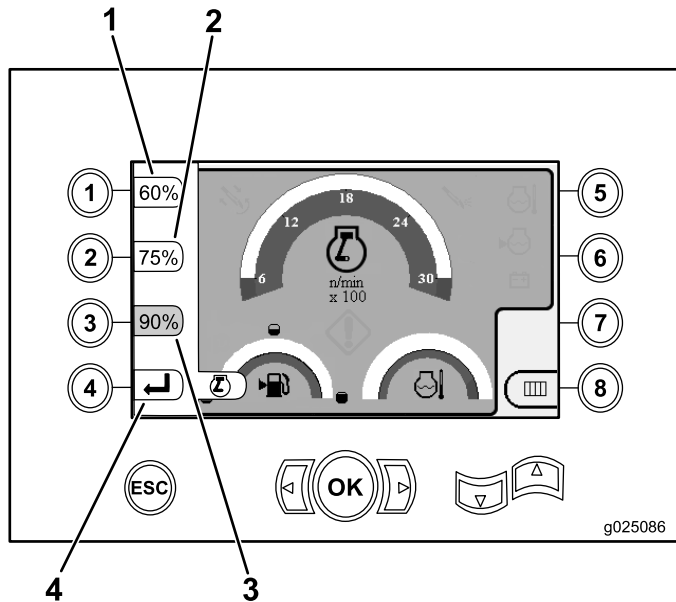

Figura 20
- Pulse el botón número 1 para activar la velocidad de motor del 60%, según se muestra en Figura 20.
- Pulse el botón número 2 para activar la velocidad de motor del 75%, según se muestra en Figura 20.
- Pulse el botón número 3 para activar la velocidad de motor del 90%, según se muestra en Figura 20.
- Pulse el botón 4 para volver a la pantalla principal (Figura 20).